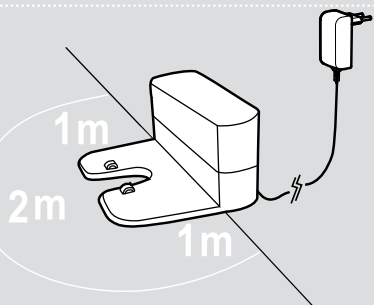

Рис. 2
1. Вставьте вилку адаптера электропитания в гнездо и подключите его к зарядной базе. [Рис. 2]
4. В зоне вокруг зарядной базы (на расстоянии 2 м спереди и 1 м с каждой стороны) не должно находиться никаких предметов. [Рис. 2]